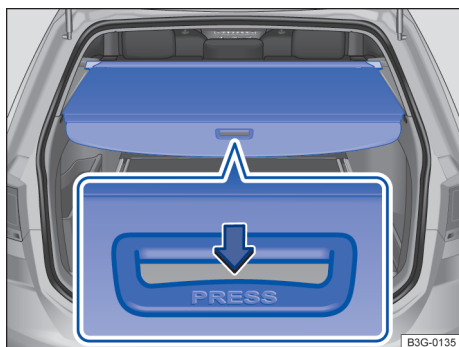

Fig. 175 No compartimento de bagagem: abrir a abertura do compartimento de bagagem.
- Pressionar a região traseira da cobertura do compartimento de bagagem → Fig. 175 para baixo. A cobertura do compartimento de bagagem se abre sozinha até a metade do compartimento de bagagem.